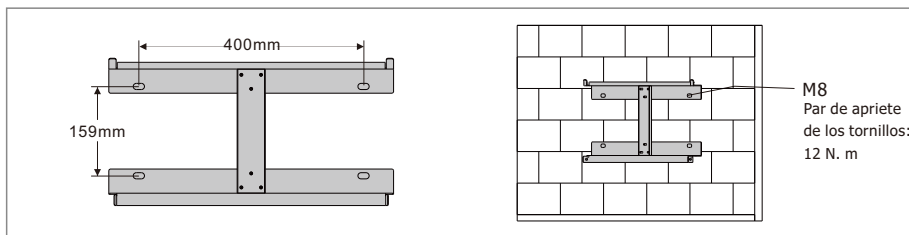

Figura 3.4-1 Instalación de la placa de suspensión del inversor
Paso 1. Utilice el soporte de montaje como plantilla para taladrar 4 orificios en las posiciones correctas (10 mm de diámetro y 80 mm de profundidad). Utilice los pernos de expansión M8 de la caja de accesorios y fije el soporte de montaje con un taladro de 12 mm a la pared con firmeza. La instalación del soporte del inversor se muestra en la figura 3.4-1.